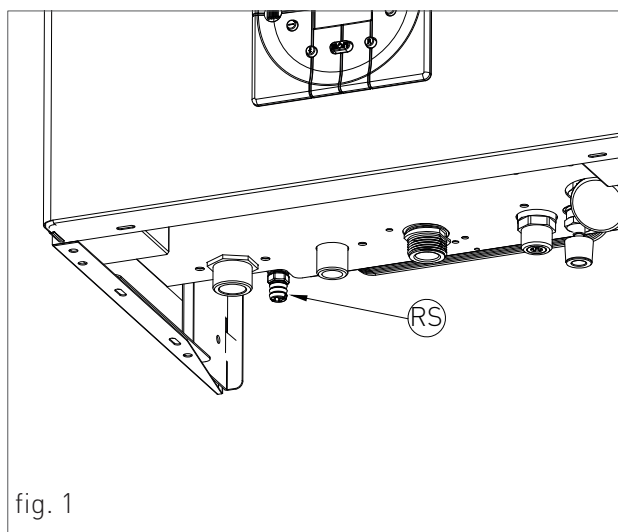

fig. 1
- › rimuovere le viti (1 - fig.1) di fissaggio poste nel bordo inferiore del pannello frontale;
- › afferrare il pannello frontale nella parte inferiore e, tirandolo verso se, estrarlo con movimento verso l'alto (vedi fig. 1).
- › rimuovere la vite (2 - fig.1) di fissaggio posta nel bordo frontale del pannello laterale;
- › rimuovere le viti (3 - fig.1) di fissaggio poste nel bordo inferiore del pannello laterale;
- › afferrare la base del pannello e, dopo averlo spostato lateralmente, estrarlo alzandolo (vedi fig. 1).
- > Afferrare contemporaneamente le staffe di supporto del pannello comandi (fig. 1) allargandole, e rovesciare il pannello ruotandolo verso il basso;
- > svitare le quattro viti di fissaggio 1 - fig. 1;
- › collegare un tubo flessibile al rubinetto di scarico dell'impianto 'RS' (fig. 1) e collocare l'altra estremità del tubo flessibile ad un adeguato scarico;
- › ruotare il rubinetto di scarico dell'impianto 'RS' (fig. 1);
- › quando tutta l'acqua è defluita, chiudere le valvole di sfiato dei radiatori ed il rubinetto di scarico dell'impianto 'RS' (fig. 1).